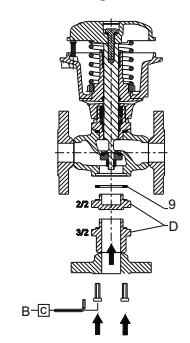

Fig. 36
- Clean the piston and the interior of the operator tube (Fig. 36).
- Grease the interior of the tube which comes into contact with the piston seal (grease supplied) and position the seal (1) (Fig. 36).
- Nettoyer le piston et l'intérieur du tube de tête de commande (Fig. 36).
- Graisser l'intérieur du tube sur la zone en contact avec le joint de piston (graisse fournie) et positionner le joint (1) (Fig. 36).
- Reinigen Sie den Kolben und das Innere des Führungsrohres für den Steuerantrieb (Abb. 36).
- Fetten Sie das Innere des Führungsrohres an der Stelle ein, die mit der Kolbendichtung in Berührung kommt (Fett im Lieferumfang enthalten) und legen Sie die neue Dichtung ein (1) (Abb. 36).
- Limpiar el pistón y el interior del tubo de cabeza de mando (Fig. 36).
- Engrasar el interior del tubo en la zona en contacto con la junta de pistón (grasa provista) y posicionar la junta (1) (Fig. 36).